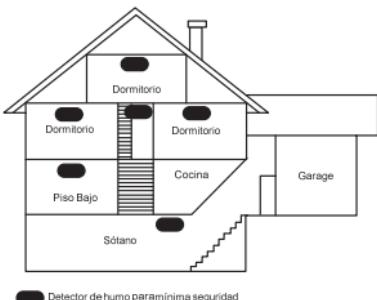

Figura 3: Lugares de ubicación de los detectores de humo y calor en una residencia con varios pisos.
- ◆ Instale un detector de humo y calor en cada planta de una casa o apartamento de varios pisos, como se muestra en la Figura 3.